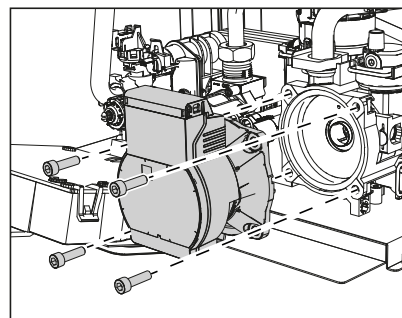

fig. 33
- Deșurubați și scoateți grupul motor al pompei de circulație (fig. 33)